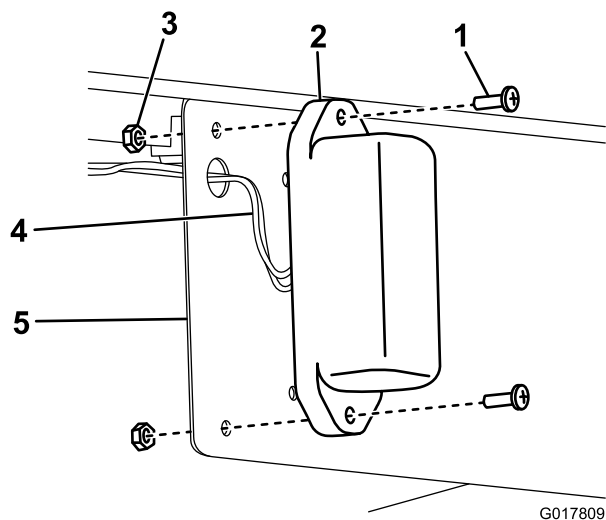

図 13
5. ナンバープレートブラケットに、プレートライトを取り付ける；残っているねじ(10-24 x 5/8 インチ)とロックナットを使用する(図 13)。